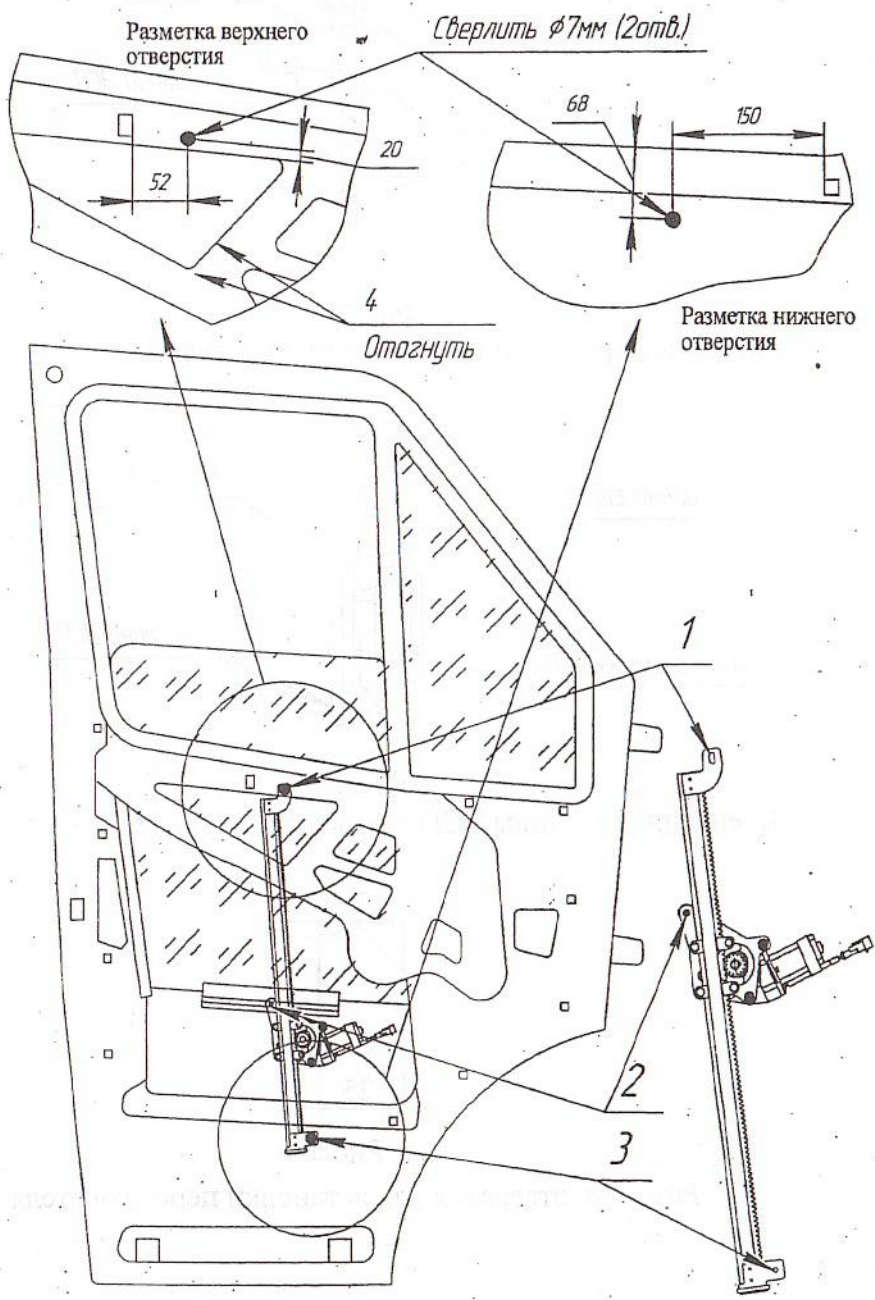

Рис.2
6.5.2 Разметить и просверлить два отверстия $\phi 7$ мм в соответствии с рис. 2.
6.5.4 В случае задевания направляющей ЭСП о полку панели двери следует отогнуть полку двери в месте указанном на рис. 2, см. п.4.
Крепление кронштейна ЭСП с панелью двери (точка 1 на рис.2)
Крепление пластины ЭСП с обоймой стекла (точка 2 на рис.2)